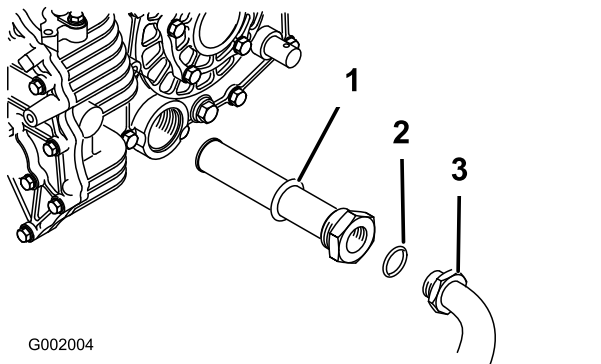

Figura 51
5. Retire o tubo do hidráulico e o conector de 90° (Figura 51).